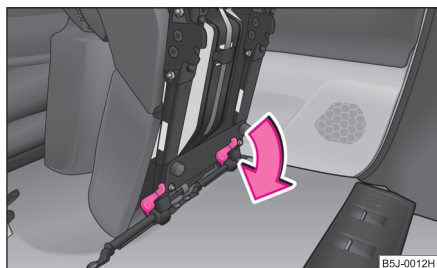

Fig. 54 Déverrouillage du siège rabattu en avant
- Déverrouiller le siège rabattu en avant en appuyant sur les blocages du siège dans le sens de la flèche ⇒ fig. 54.
- Rabattez le sige extrieur ⇒ page 60 et dverrouillez-le ⇒ fig. 54.